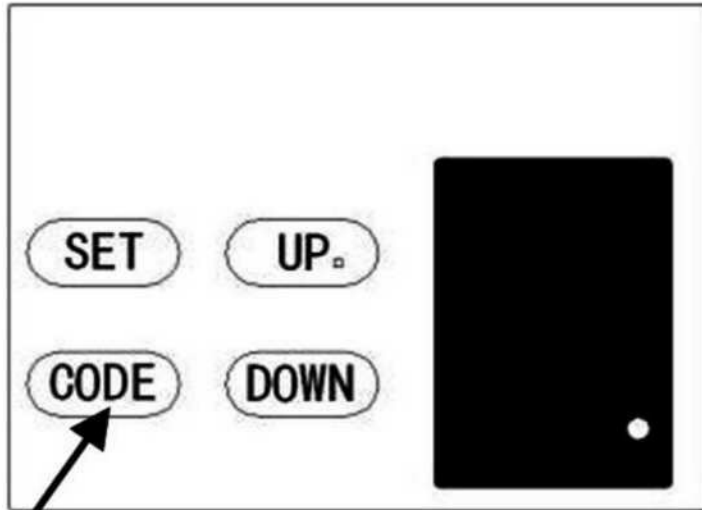

Fig.39
7.2.- Agregando Transmisores (Fig.39).